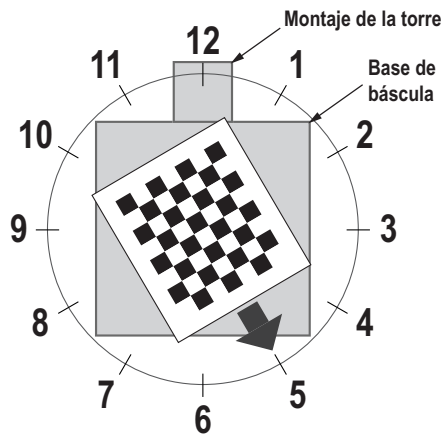

Figura 5-6. Gire a las 5 en punto
7. Alinee el objeto de calibración de modo que las cruces estén centradas. Gire el objeto de calibración a las 5 en punto con el conjunto de la torre a las 12 en punto. (Figura 5-6).